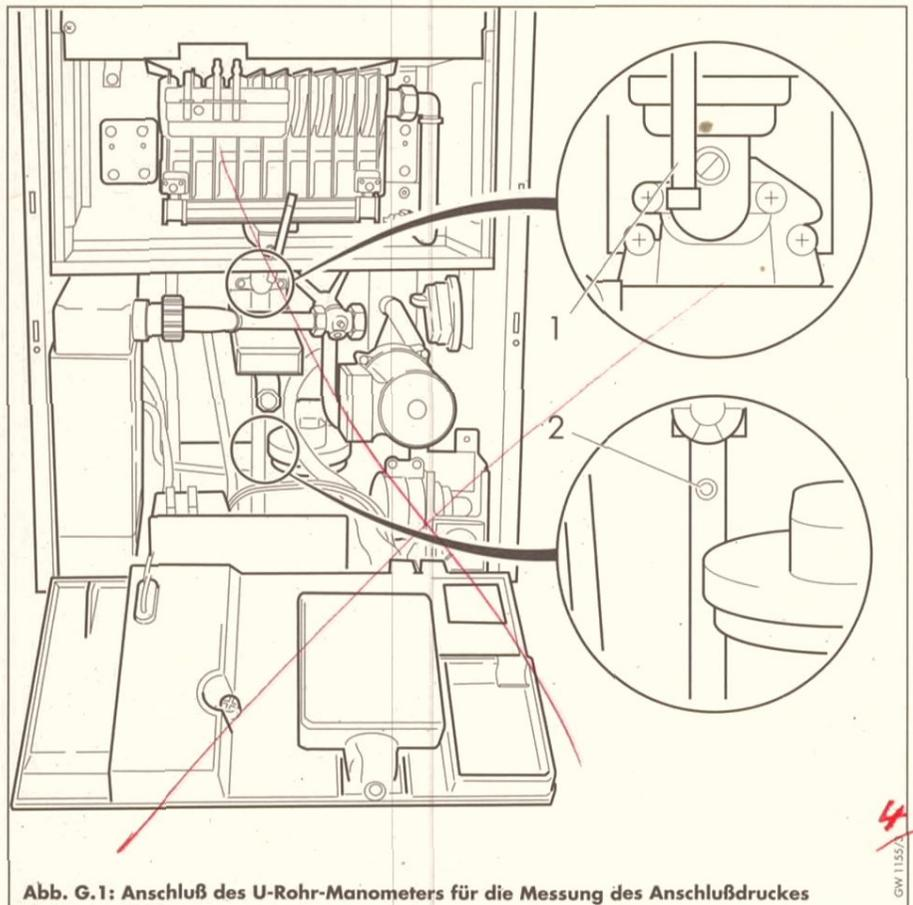

Abb. G.1: Anschluß des U-Rohr-Manometers für die Messung des Anschlußdruckes
- Schließen Sie das U-Rohr-Manometer an die beiden Meßpunkte (1 und 2, Abb. G.1) an. Bei (2) vorher Dichtungsschraube lösen.